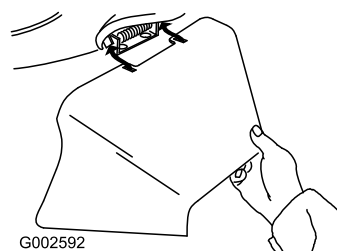

Figure 42
3. Montez l'éjecteur latéral et rabattez le volet sur l'éjecteur (Figure 42).